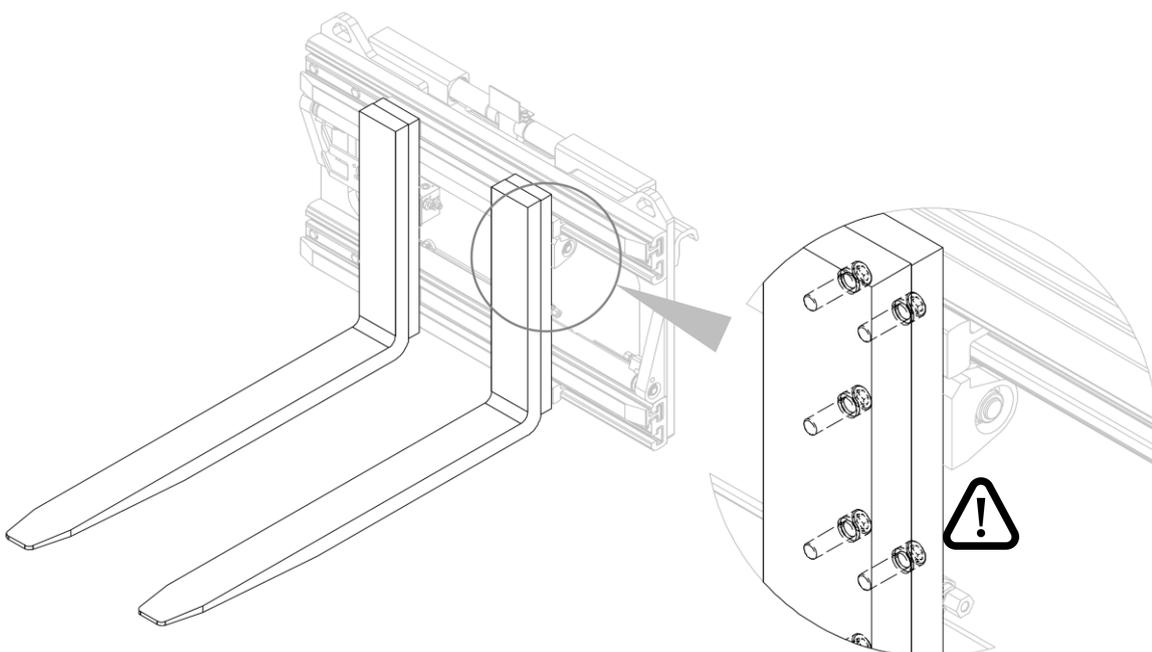

Abbildung 12
3. Stellen Sie sicher, dass die Gabelzinken richtig befestigt sind (siehe *Abbildung 12*).